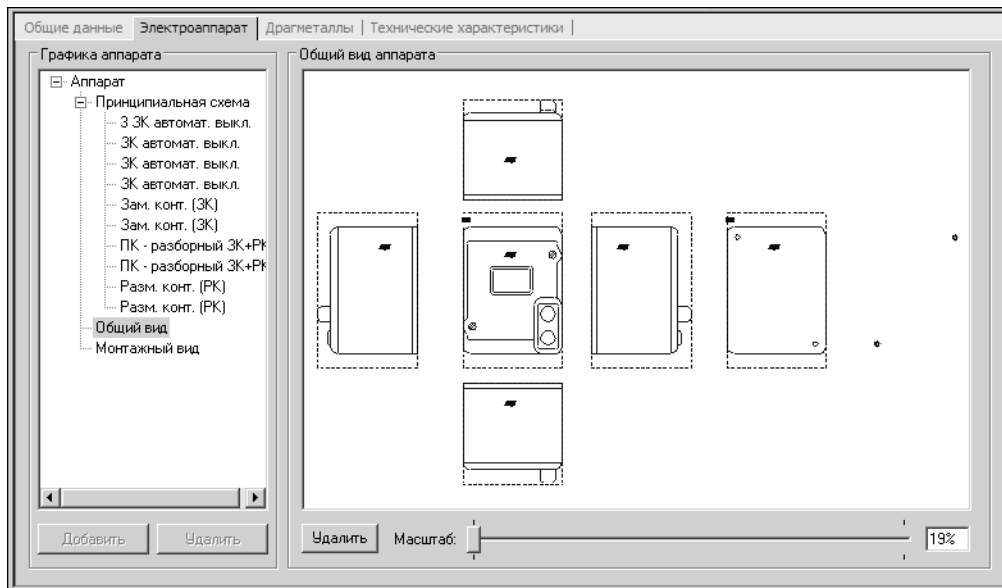

Рис. 6.10. Уровень **Общий вид** во вкладке **Электроаппарат**
- ▼ На уровне **Общий вид** (рис.6.10, табл.6.13) осуществляется добавление изображения, которым аппарат описывается на схемах расположения.